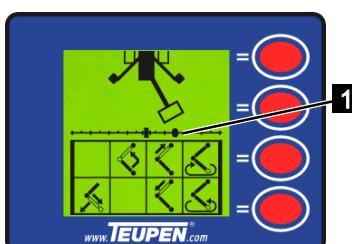

Abb. 142
- Im Display erscheint die Anzeige (Abb.142).